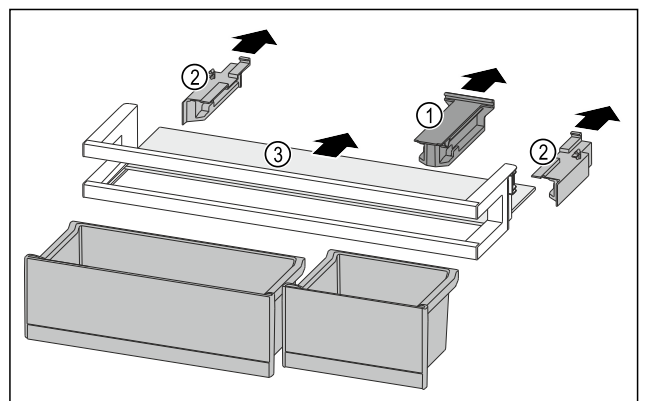

Fig. 93
- ▶ 拉出定位件 Fig. 93 (1)。
- ▶ 拉出侧面部分 Fig. 93 (2)。
- ▶ 取出搁板 Fig. 93 (3)。